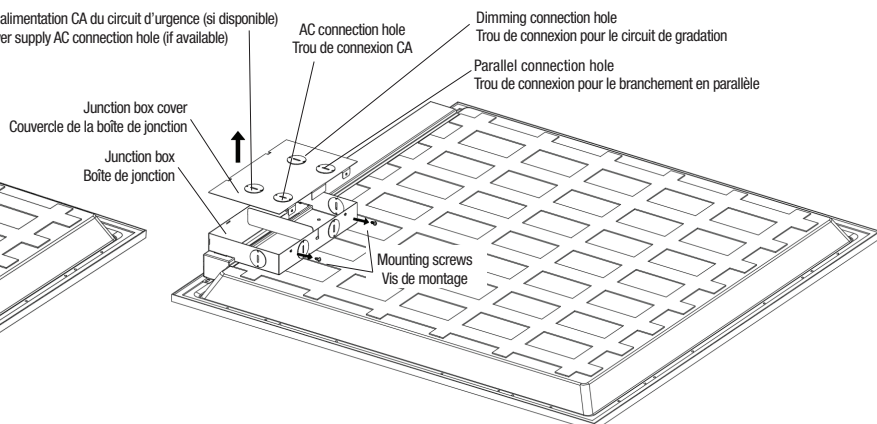

Fig. 2
3. Open the junction box cover by unscrewing the two screws (Fig. 2).
3. Ouvrir le couvercle de la boîte de jonction en dévissant les deux vis (Fig. 2).